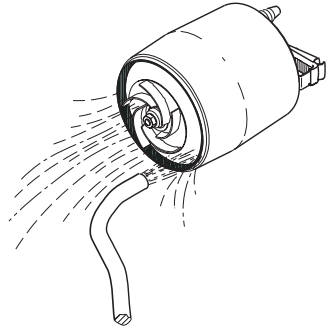

Fig. 9
3. Nettoyer et rincer la pompe avec de l'eau afin de retirer les impuretés éventuelles entre le moteur et la carcasse. Nettoyer la roue, voir fig. 9.